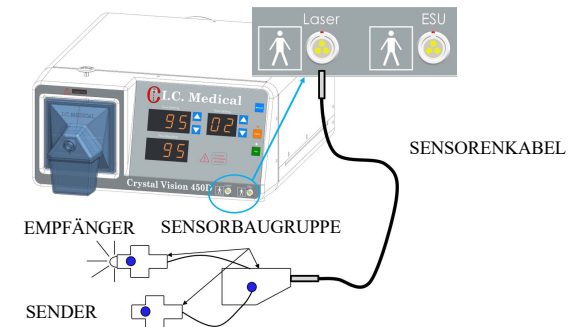

Bild 1: Teile der Sensorbaugruppe und Anschluss an CRYSTAL VISION®
- Leiten Sie den Sensorkabel in der entsprechenden Muffe (Abbildung 1) auf das Gerät CRYSTAL VISION® und zu der Laser Sensorbox ein.